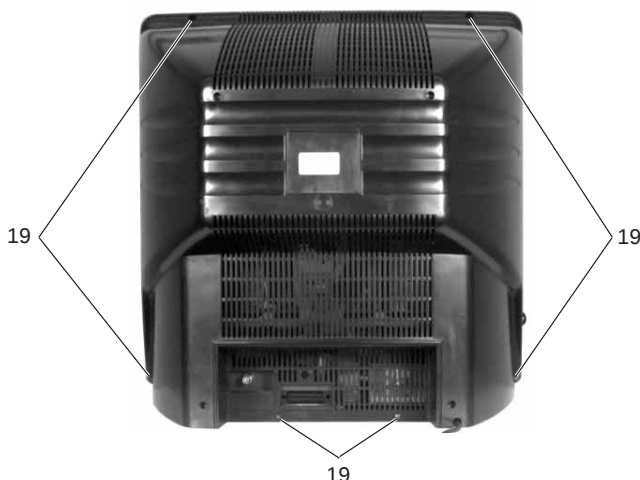

Fig. 1
- 6 Schrauben (Pos. 19) entfernen und Geräterückwand abnehmen (Fig. 1).
- Undo 6 screws (Pos. 19) and remove the rear side of the cabinet (Fig. 1).